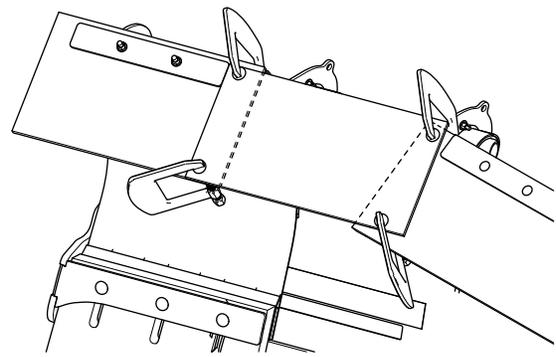

**Figure 14**
7. Coupez la bande centrale, comme montré à la Figure 14.